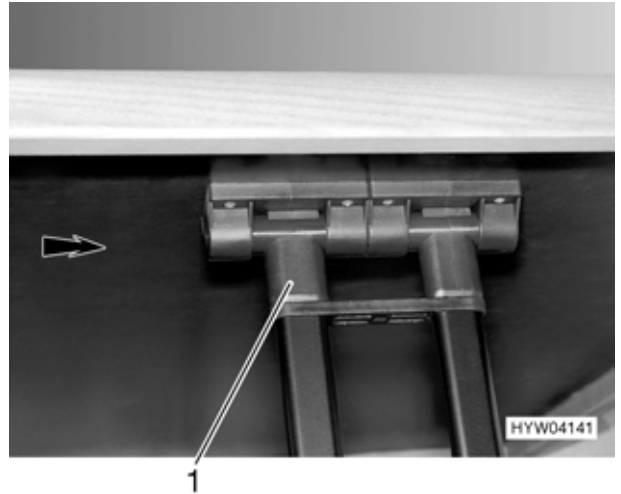

Bild 74 Tischfuß des Wohnraumtisches
- Halterung (Bild 74,1) in Pfeilrichtung drücken und Tischfuß einklappen.